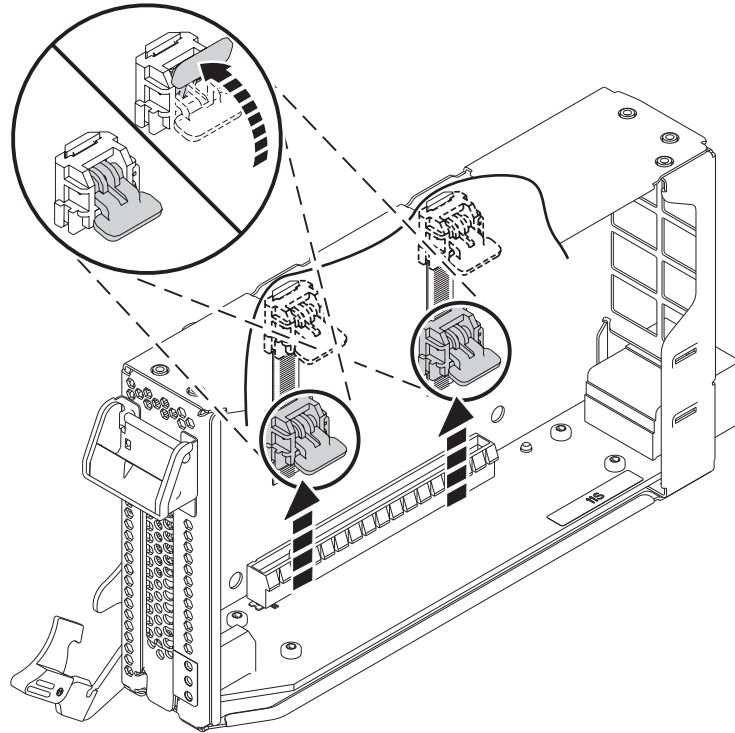

Figura 4. Desbloqueig dels trinquets del casset
- a. Desbloquegeu ambdós trinquets del casset fent-los girar, tal com es mostra a la Figura 4 a la pàgina 5.
- b. Empenyeu els trinquets del casset fins a l'extrem superior del casset, tal com es mostra a la Figura 4 a la pàgina 5.